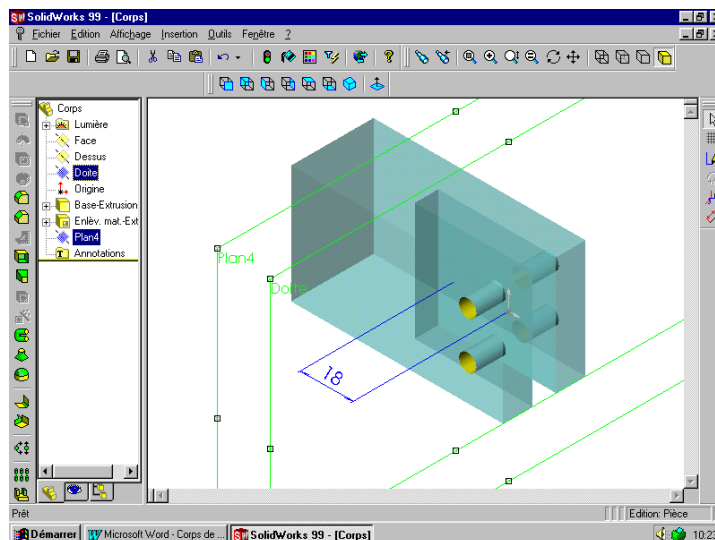

Figure e7
- OK** Quitter en validant la fonction. On obtient la figure e7.
- Cliquer un bord du plan, glisser avec la touche Ctrl enfoncée, relâcher du bon côté : figure e7.
- Double-cliquer la cote et la mettre à 18 mm : figure e7.